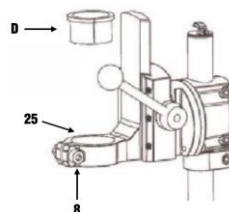

fig. 2
3. Insérez la perceuse électrique dans le collier de serrage (n° 25). Utilisez la douille (D) dont l'épaisseur correspond le mieux au col de la perceuse, puis serrez le boulon à filetage autofreinant (n° 8) à l'aide de la clé hexagonale appropriée (fig. 2).